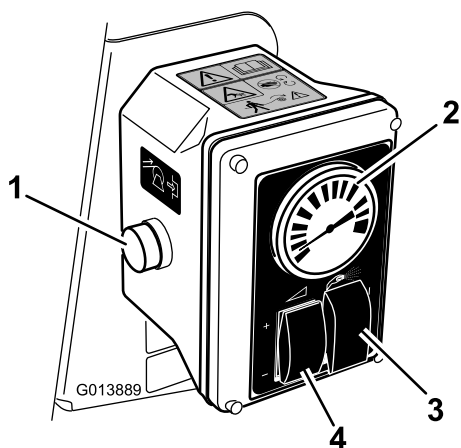

図 21
5. スプレー選択スイッチをハンド・スプレー位置にする（図 21）。
6. 水圧計が希望値を示すように水圧をレート制御スイッチでとスロットルで調整する（図 21）。